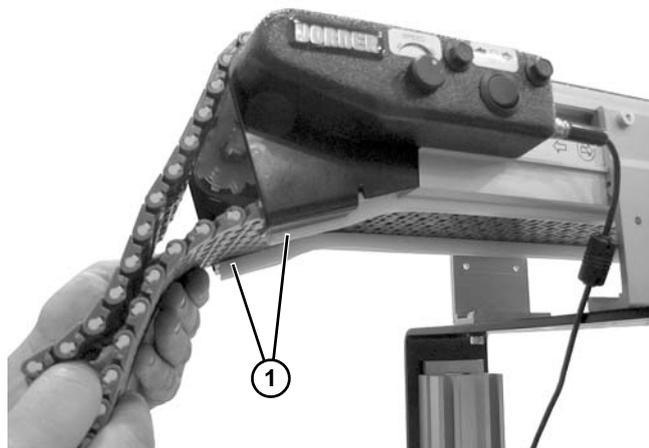

Figure 12
3. Dérouler la bande sur les barres d'usure inférieures (**Figure 12, élément 1**) et la tirer jusqu'au bout.